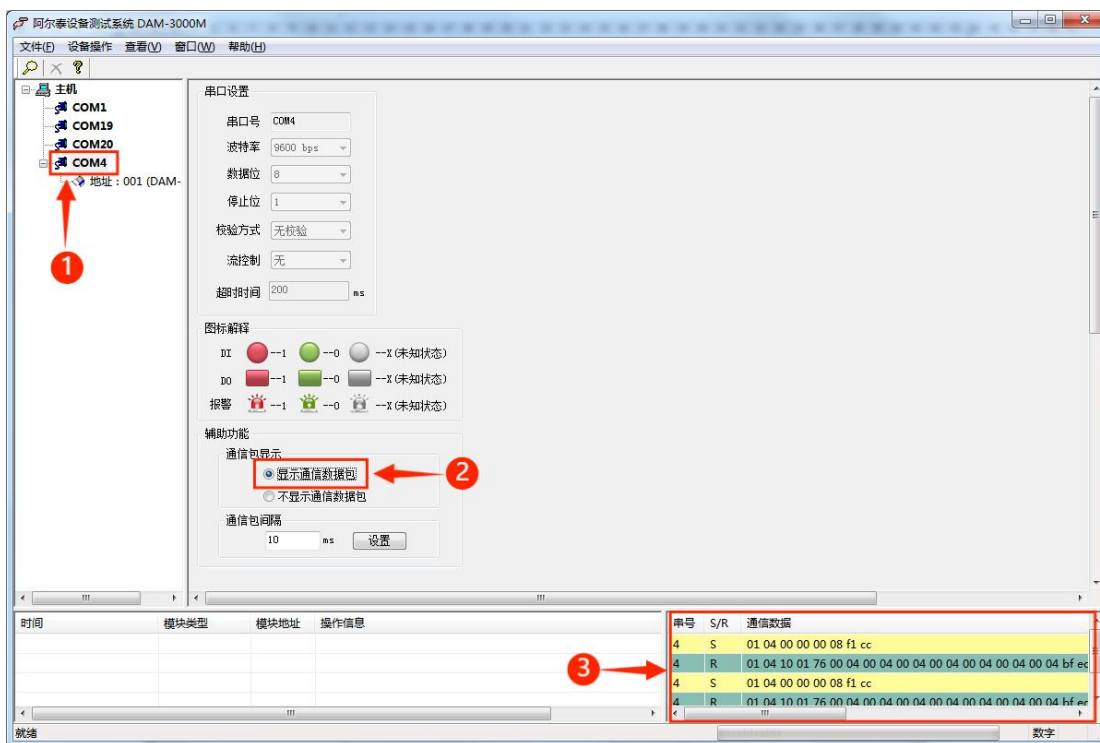

图 20
3) 查看通讯包设置：点击图 20-①进入参数界面，点击图 20-②，后可对进入主界面可对通讯包进
行查看，效果如图 20-③。